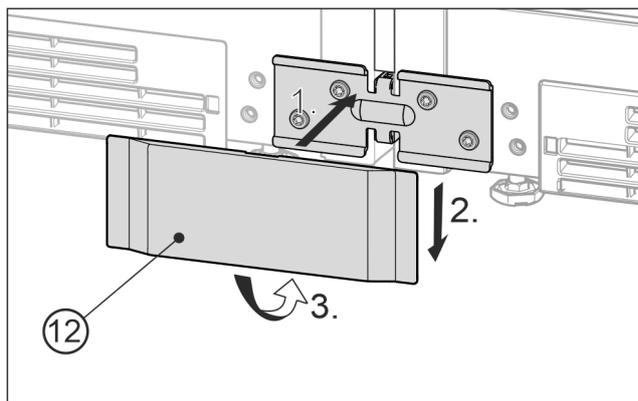

Fig. 25 Representación a modo de ejemplo
- ▶ Coloque la cubierta Fig. 25 (12) inferior por delante sobre la escuadra Fig. 25 (1), deslícela hacia abajo Fig. 25 (2) y encañela en la parte inferior Fig. 25 (3).